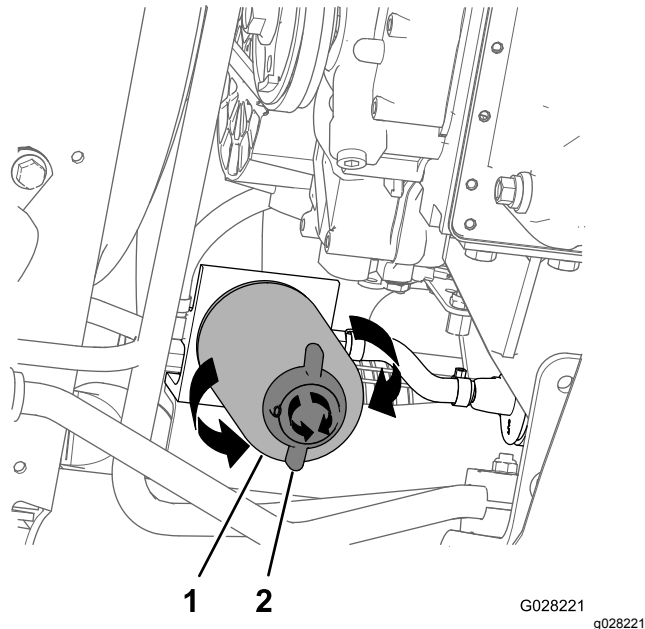

图 77
- 在燃油滤清器下面放置一个放油盘请参阅 更换水分离过滤器 \(页码 48\) 中的 图 77。
2. 在水分离过滤器下面放置一个排油盘图 77。
3. 逆时针旋转水分离过滤器底部的排水阀图 77。
4. 清洁水分离过滤器和滤清器安装座周围的区域图 77。
- 拆下水分离过滤器图 77。
- 确保水分离过滤器底部的排水阀按照顺时针方向旋转牢牢拧紧图 77。